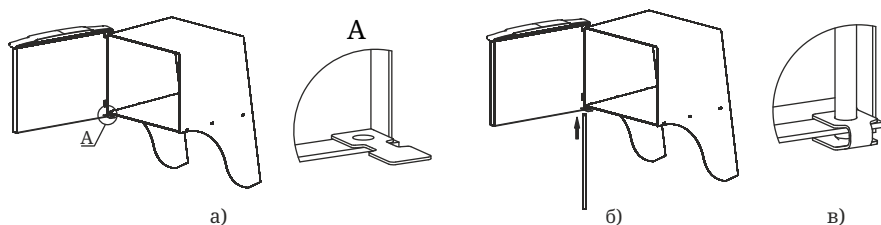

Рисунок 10. Установка дверцы при монтаже печи.
2. Установите дверцу на втулки топливного канала, совместив отверстия (рисунок 10.а);
3. Совместите отверстие упора с нижним отверстием каркаса, при этом упор должен располагаться внутри каркаса (рисунок 10.а);
4. Вставьте ось через отверстия снизу вверх (рисунок 10.б),
5. Подогните упор, фиксируя конец оси между площадками упора (рисунок 10.в);